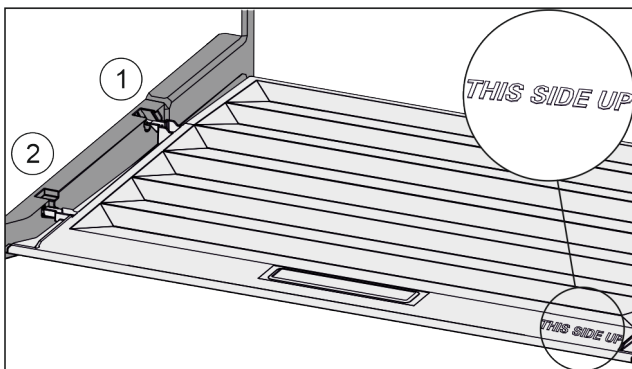

*Fig. 137*
- ▶ Издърпайте напред *Fig. 137 (1)* капака до отвора в задържачите части.
- ▶ Повдигнете го отзад отдолу и отстранете *Fig. 137 (2)* нагоре.